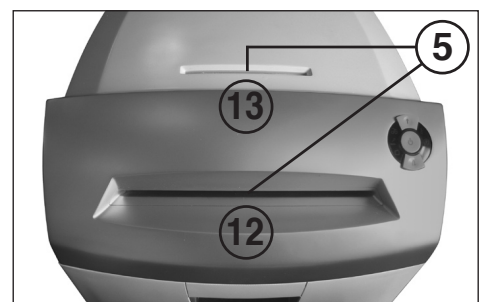

Fig. 3
- 5 = **Fotocell (Framåtkörning) (Fig. 3)**
- 12 = **Inmatningsöppning papper (Fig. 3)**
- 13 = **Säkerhets-inmatningsöppning (Fig. 3)**
Skjut in papper till skärverket genom inmatningsöppningen (12) (Fig. 3).
Datamedia (CD, DVD eller kreditkort) ska skjutas fram till skärverket ett och ett genom den separat placerade säkerhets-inmatningsöppningen (13) (Fig. 3).